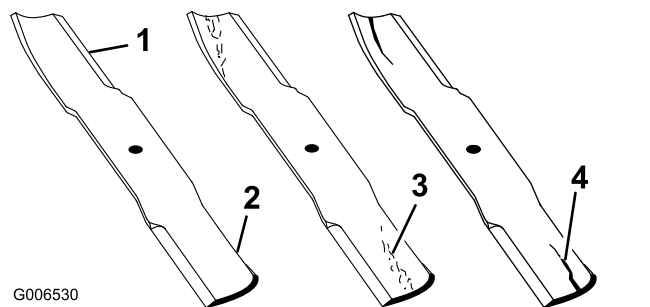

Figura 139
2. Verificate accuratamente i taglienti (con particolare attenzione ai punti d'incontro delle sezioni piatta e curva della lama), come illustrato nella Figura 139.
Nota: Sabbia e materiali abrasivi possono consumare il metallo che connette le sezioni piatta e curva della lama, per cui si consiglia di controllare la lama prima di usare il tosaerba. Se riscontrate segni di usura, sostituite la lama (Figura 139).